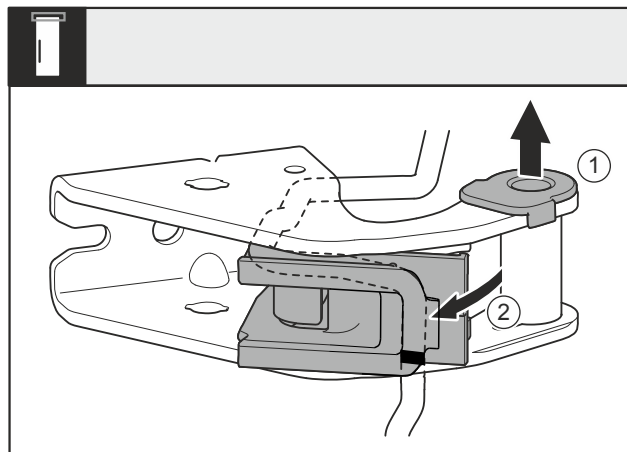

Fig. 27
- ▶ Izvucite čahuru ležaja Fig. 27 (1) iz vodilice.
- ▶ Zakrenite držač kabela Fig. 27 (2) prema van.